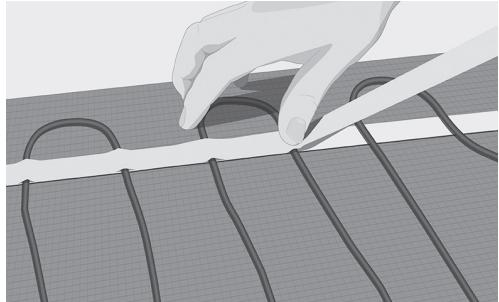

Fig. 8. Lås fast kabelen med maskeringstape
- at det dannes luftbobler under innstøpingen (Fig. 8).